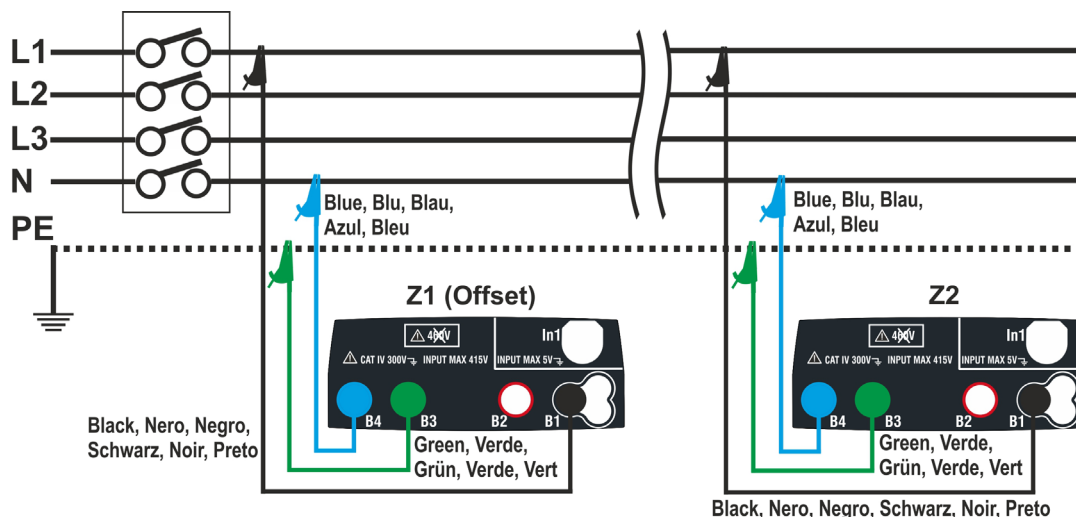

Fig. 34: Conexión del instrumento para la medida de la caída de tensión en modo L-N
6. Pase al punto 9 en el caso en el que se haya definido manualmente el valor de la Z1 (Offset). **En el caso en el que NO haya sido definido manualmente el valor de la Z1 (Offset)** conecte el instrumento en el punto inicial de la línea en examen (habitualmente aguas abajo de la protección) de acuerdo con las Fig. 34 o Fig. 35 a fin de ejecutar la primera medida de impedancia **Z1 (Offset)**. En este caso el instrumento realizará la medida de impedancia presente aguas arriba del punto inicial de la línea asumiéndola como referencia inicial. Se muestra la siguiente pantalla (relativa a la medida L-L) en el visualizador
9. Conecte el instrumento en el punto final de la línea en examen de acuerdo con las Fig. 34 o Fig. 35 para realizar la medida de la impedancia al final de línea **Z2**. Se muestra en el visualizador la pantalla siguiente. Note la presencia en pantalla del valor Z1 (Offset) medido anteriormente